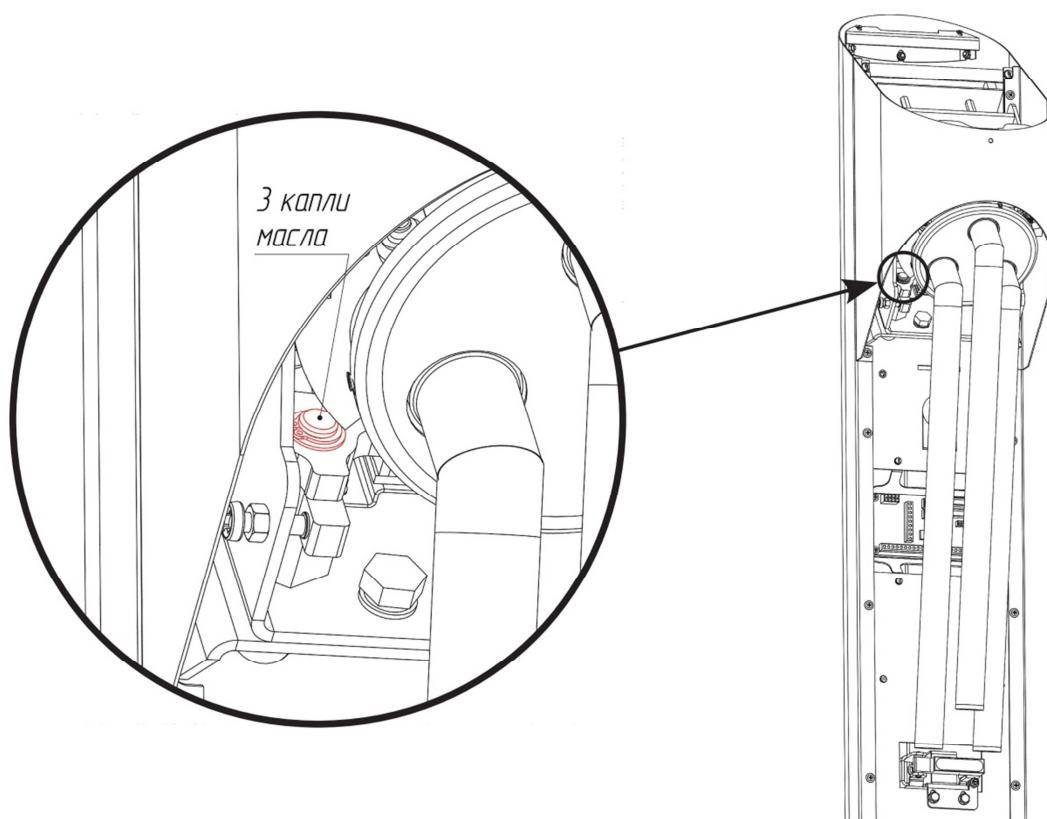

Рис. 11. (изображена центральная стойка турникета)
5.1. Ось вращения блока стопора (рис. 11).